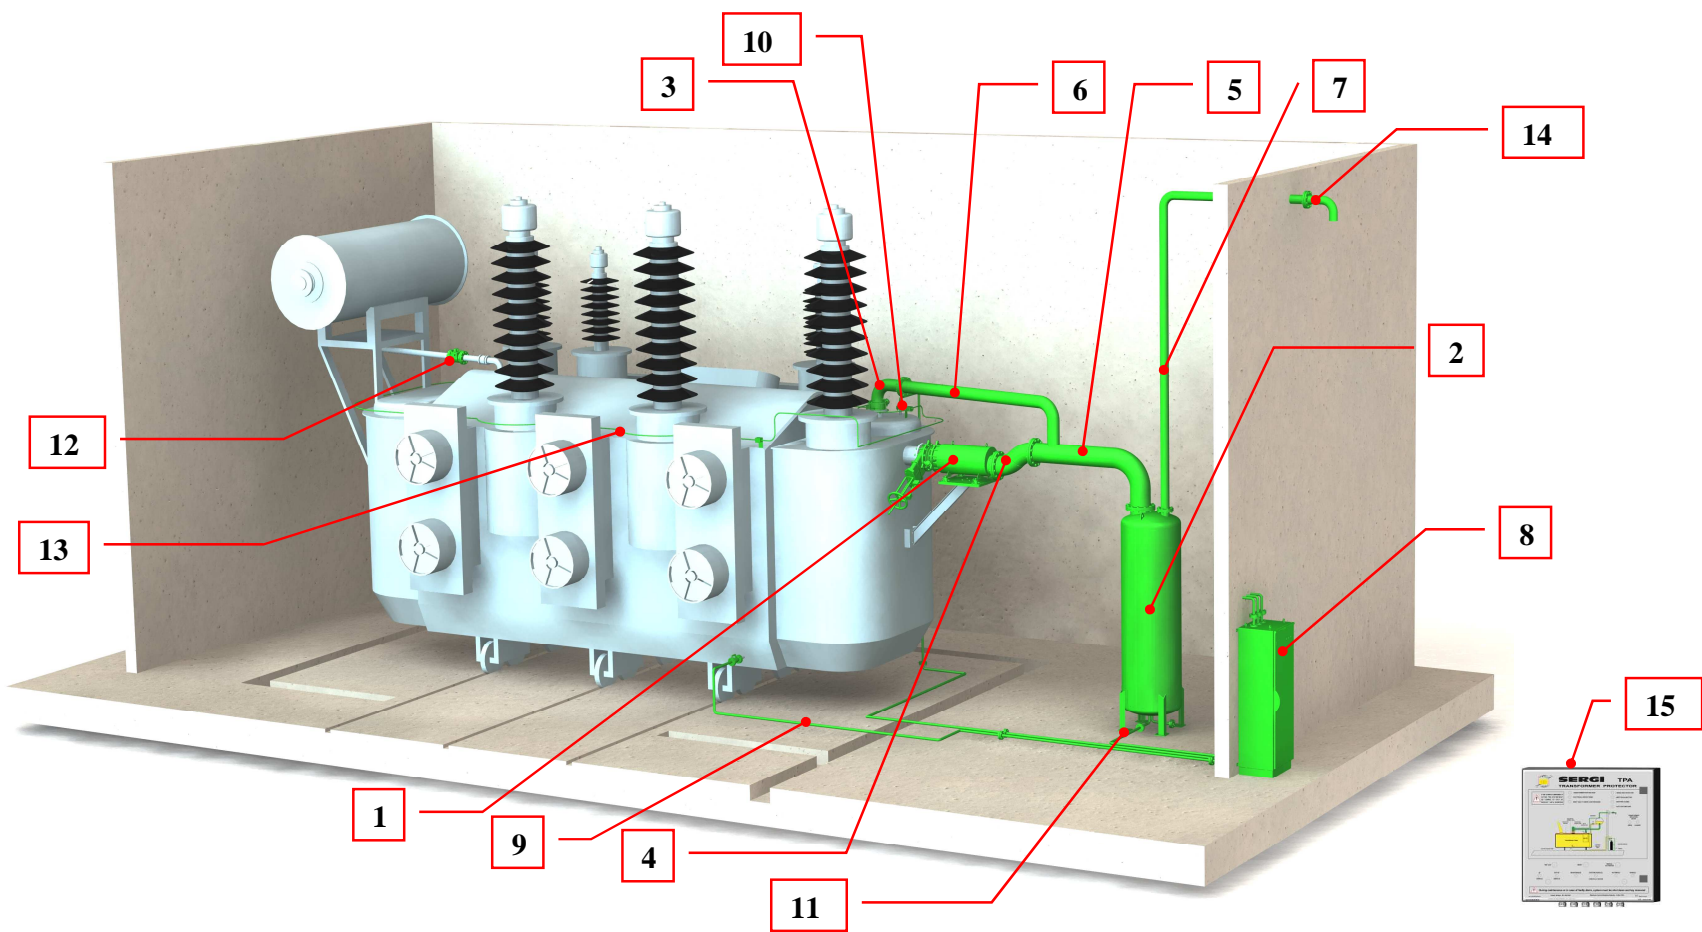

Рисунок 1: Общий вид системы TRANSFORMER PROTECTOR, тип МТРА
- Труба для слива масла: эта труба соединяет модуль депрессюризации с баком отделения масла и газов. Она предназначена для перемещения смеси масла и горючего газа. Эта труба пуста, когда система защиты трансформатора находится в дежурном режиме. См. позиции 5 и 6, рис. 1.
- Труба для отвода взрывчатых газов: это труба, через которую взрывчатые газы отводятся из бака отделения масла и газов наружу. Эта труба пуста, когда система защиты трансформатора находится в дежурном режиме. См. позицию 7, рис. 1.
- Труба для подачи азота из шкафа ТР в бак трансформатора, устройства РПН и кабельных вводах: эта труба используется для закачивания азота в трансформатор, устройство РПН и кабельные вводы. В ней находится масло, когда система защиты трансформатора находится в дежурном режиме. См. позиции 9 и 10, рис. 1.
- Труба для подачи азота из шкафа ТР в бак отделения масла и газов: эта труба используется для закачивания азота в бак отделения масла и газов, когда включается система защиты трансформатора. Она пуста, когда система защиты трансформатора находится в дежурном режиме. См. позицию 11, рис. 1.
2.2.1.4 Труба для подачи азота в БОМГ (позиция 11, рис. 1)